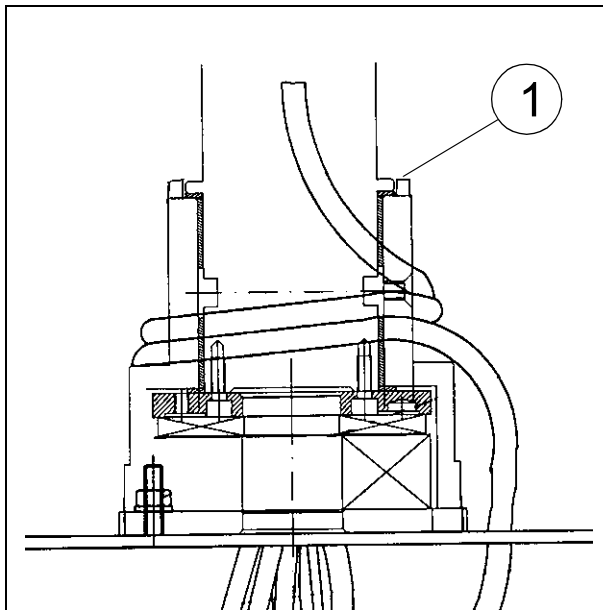

Fig. 1: Drehgelenk
- Drehgelenk 1 vom Tragarm mit Viscogen Öl ölen. Ca 10 ml Öl am oberen Flansch des Drehgelenkes (1/Fig. 1 / S. 11) eintreufeln, dabei das Gelenk mit geöffneter Bremse bewegen.